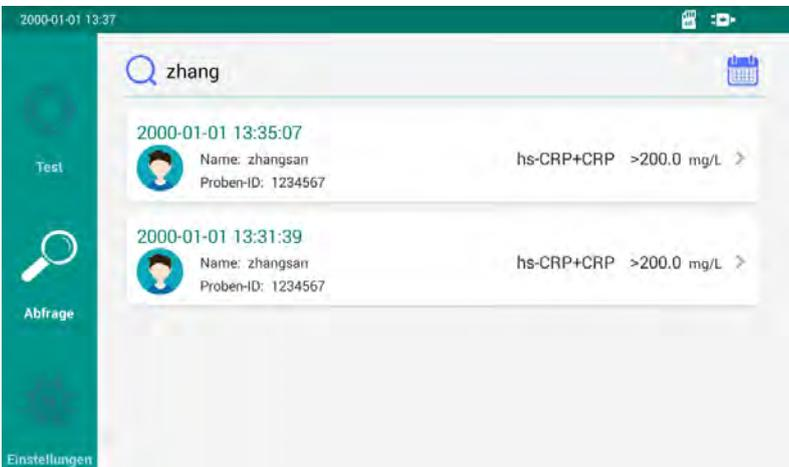

Abbildung 7.2 Anzeigen der Abfrageergebnisse
- Klicken Sie im Eingabebereich auf die Position "Name/Proben-ID", geben Sie hier Ihren Namen oder Ihre ID ein und suchen Sie die Testergebnisse nach Namen oder ID. Der eingegebene Name und die Proben-ID können vollständig oder teilweise sein, und in den Suchergebnissen werden übereinstimmende Inhalte angezeigt, wie in Abbildung 7.2 gezeigt.